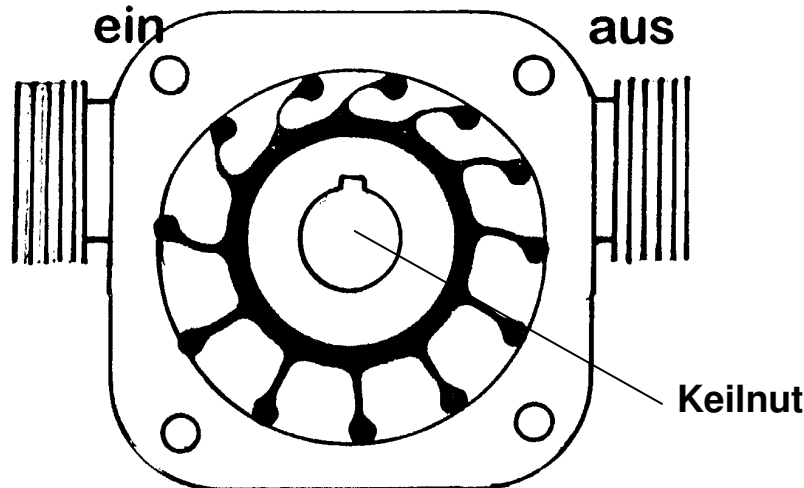

Abb. 1
3. Pumpengehäuse (C) so auflegen, dass die Seite mit tieferen Absatz oben ist – Impeller im Uhrzeigersinn in das Pumpengehäuse (C) drehen. Das Laufrad so lange drehen bis Keilnut oben ist – siehe Abb. 1.
- 3.1 Impeller so weit wie möglich nach oben schieben – siehe Abb. 1 - die oberen Lamellen müssen stark gekrümmt sein – die unteren Lamellen sollen fast gerade stehen.
4. Einen O-Ring in tieferen Absatz des Pumpengehäuse (C) sauber einlegen. Seitenscheibe (D) mit Loch in tieferen Absatz des Pumpengehäuse (C) legen. Einen O-Ring an hinteren Deckel (E) mit Welle einlegen. Hinteren Deckel (E) mit Welle durch die Buchse des Laufrades schieben.
4. Einen O-Ring an hinteren Deckel (E) einlegen. Hinteren Deckel (E) auf die Motorwelle aufschieben.